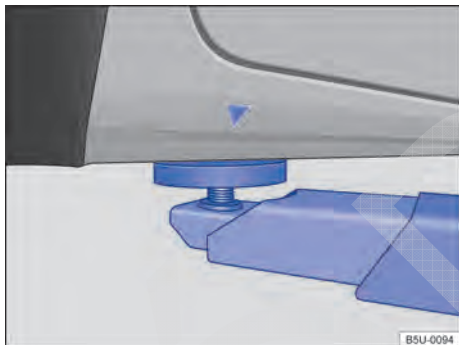
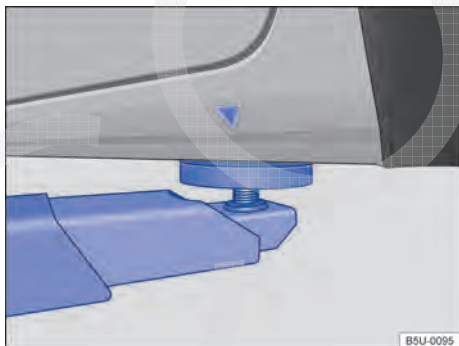

Fig. 171 Pontos de apoio dianteiros para a suspensão com plataforma elevatória ou com macaco.
Fig. 172 Pontos de apoio traseiros para a suspensão com plataforma elevatória ou com macaco.
O veículo deve ser suspenso somente pelos pontos indicados nas figuras → Fig. 171 e → Fig. 172. Se o veículo não for suspenso pelos pontos indicados, podem ocorrer danos no veículo → **!** e ferimentos graves → **!**.
- Suspender o veículo somente pelos pontos indicados nas figuras → Fig. 171 e → Fig. 172. Se o veículo não for suspenso pelos pontos indicados, o veículo poderá cair da plataforma elevatória quando, por exemplo, o motor ou a suspensão for desmontado.